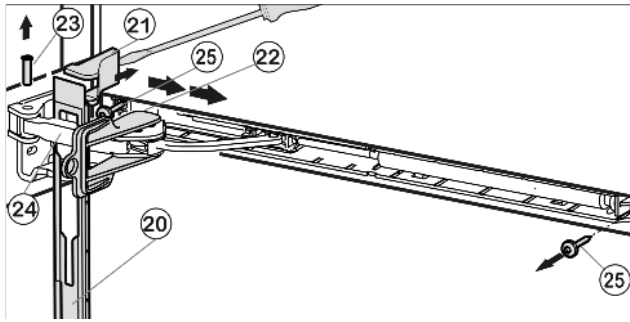

Fig. 10
- ▶ Pousser le panneau par-dessus l'étrier de l'amortisseur Fig. 10 (24) vers l'avant en direction de l'appareil.
- ▶ Encliqueter le dispositif d'arrêt Fig. 10 (22) dans le trou longitudinal.
- ▶ Soulever le cache Fig. 10 (21) par le côté extérieur à l'aide du tournevis et l'enlever vers l'extérieur.
- ▶ Chasser le pivot Fig. 10 (23) par le bas.
- ▶ Pousser l'étrier de l'amortisseur Fig. 10 (24) direction porte.
- ▶ Ôter le panneau Fig. 10 (20).
- ▶ Dévisser l'ensemble de l'unité d'amortisseur de fermeture (2 Torx® 15) Fig. 10 (25).